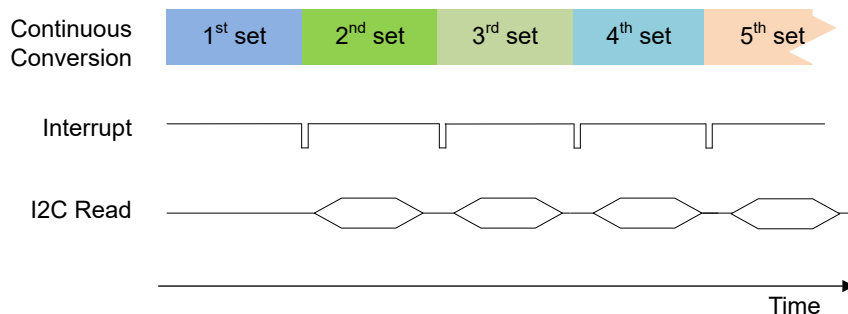

图 7-10. 使用交流线路电源进行连续转换
- 等待  $\overline{\text{INT}}$  信号置为低电平以指示转换完成。当  $\overline{\text{INT}}$  变为低电平时, 使用一个读取命令执行 16 位 T、X、Y、Z 寄存器读取 (请参阅图 7-10)。